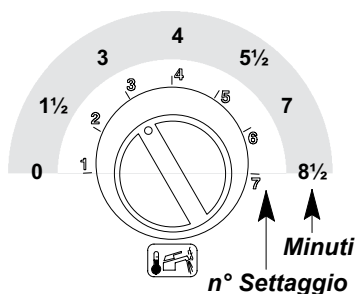
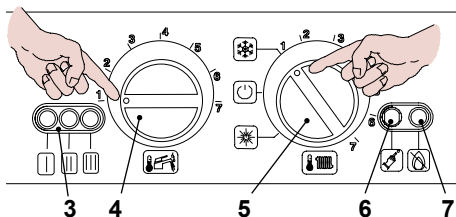
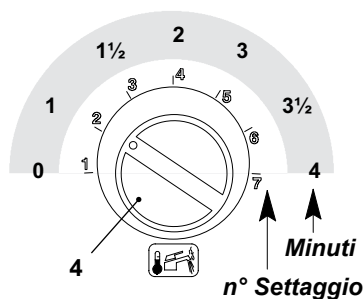

Figura 5.14
Figura 5.15
Figura 5.17
- Se non si visualizza questa sequenza premere il pulsante di ripristino 6 in Figura 5.15 tante volte fino alla visualizzazione.
Per visualizzare il settaggio impostato tenere premuto il pulsante di ripristino 6 in Figura 5.15 per circa 5 secondi. Le spie di segnalazione 3 in Figura 5.15 lampeggeranno un numero di volte pari al settaggio (Figura 5.14).
- Per cambiare il settaggio ruotare la manopola regolazione temperatura sanitari 4 in Figura 5.15 e posizionarla sul tempo prescelto Figura 5.14 (nella figura es. manopola settata per frequenza di riaccensione di tre minuti), la lampada di segnalazione blocco 7 in Figura 5.15 lampeggia velocemente.
- Alimentate elettricamente la caldaia azionando l'interruttore bipolare previsto nella installazione; la lampada di segnalazione 3 in Figura 5.15 lampeggia ogni 4 secondi
- Posizionare il selettore 5 come indicato in Figura 5.15; la lampada di segnalazione 3 lampeggia ad intermittenza circa ogni 2 secondi.
- Tenere premuto il pulsante di ripristino 6 in Figura 5.15 per circa 10 secondi, la lampada di blocco 7 in Figura 5.15 inizierà a lampeggiare.
- Per settare il tempo di postcircolazione della pompa le spie di segnalazione 3 in Figura 5.15 devono essere visualizzate come in Figura 5.16 (legenda spie a pag. 7)
- Se non si visualizza questa sequenza premere il pulsante di ripristino 6 in Figura 5.15 tante volte fino alla visualizzazione (1 volta).
Per visualizzare il settaggio impostato tenere premuto il pulsante di ripristino 6 in Figura 5.15 per circa 5 secondi. Le spie di segnalazione 3 in Figura 5.15 lampeggeranno un numero di volte pari al settaggio (Figura 5.17).
- Per cambiare il settaggio ruotare la manopola regolazione temperatura sanitari 4 in Figura 5.15 e posizionarla sul tempo pre-scritto Figura 5.17 (nella figura es. manopola settata per postcircolazione di un minuto), la lampada di segnalazione blocco 7 in Figura 5.15 lampeggia velocemente.
Per memorizzare il settaggio premere il pulsante di ripristino 6 in Figura 5.15 per circa 5 secondi, le spie di segnalazione 3 in Figura 5.15 lampeggiano tutte quante simultaneamente come in Figura 5.18 (leggenda spie a pag. 7)